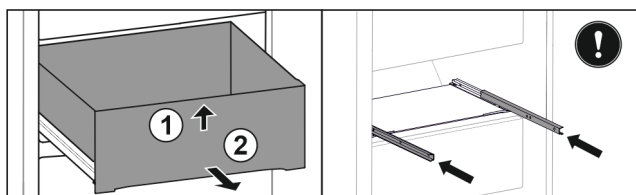

Fig. 147
- ▶ Predal spredaj dvignite. Fig. 147 (1)
- ▶ Predal vzemite ven v smeri naprej. Fig. 147 (2)